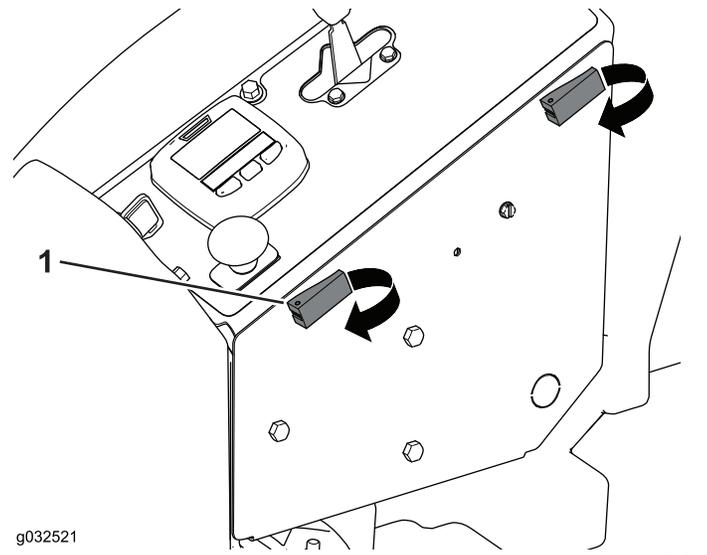

Figura 39
- Azionate i fissaggi a espansione e aprite il vano dei comandi dell'operatore (Figura 39).